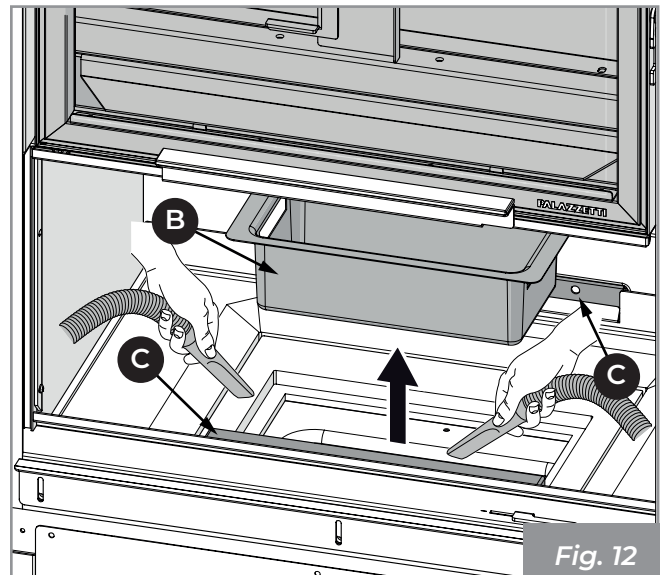

Fig. 12
- 2) Extraer el cajón de cenizas (B) de la base y aspirar la ceniza eventual depositada en los compartimientos subyacentes (Fig. 12).
- 3) Aspirar los orificios delanteros y traseros (C) del distribuidor de aire comburente para evitar acumulaciones de cenizas (Fig. 12).